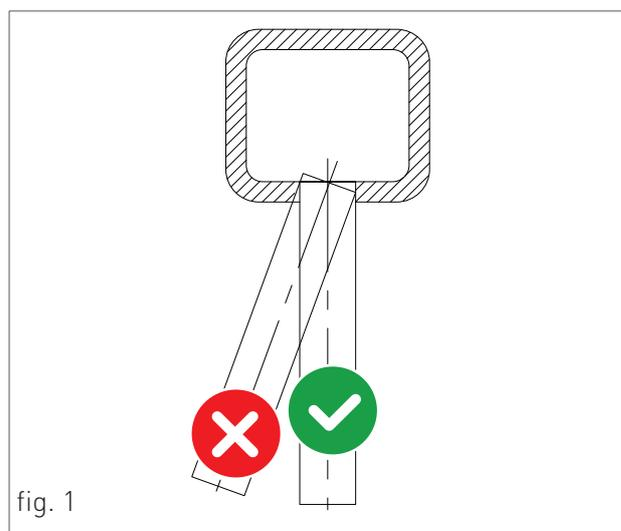

fig. 1
- › Il condotto di scarico deve essere perpendicolare con la parete interna opposta del camino o della canna fumaria (fig. 1).
Per questo tipo di scaldabagno sono disponibili le seguenti configurazioni di scarico dei fumi: A3, B23, B23P, B33 e B53 (vedi Fig. 1).